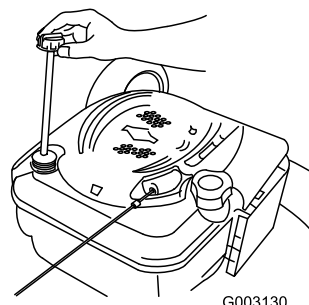

Figure 36
6. Retirez la jauge de niveau du tube de remplissage (Figure 36).